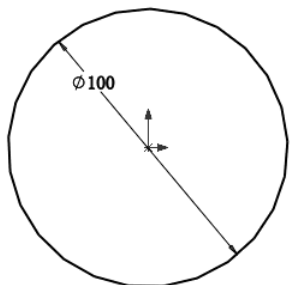

图 3-18 标注尺寸 1
2) 单击“草图”面板中的 $\odot$ (圆) 按钮, 在步骤 1) 中设置的基准面上绘制一个圆, 然后单击“草图”面板中的 f (智能尺寸) 按钮, 标注绘制圆的尺寸, 如图 3-18 所示。